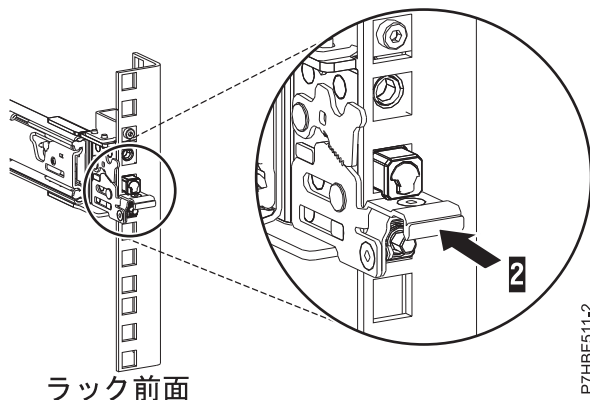

図 6. ラックの前面レールに取り付けられたラッチ
7. スライド・レールを前方に引きながら、3 つのピンがラックの穴から突出していることを確認した後に前面ラッチ (2) を最後まで押し込みます。詳しくは、図 6を参照してください。